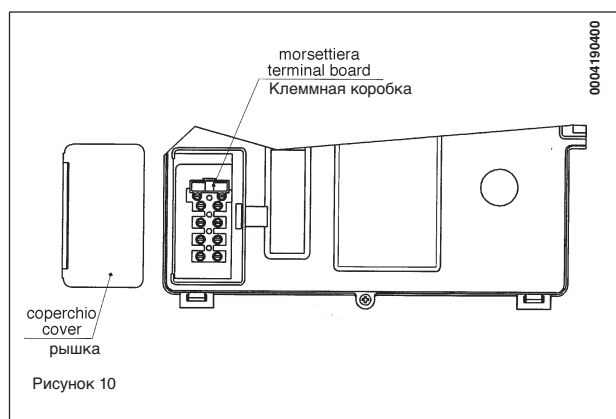

Рисунок 10
- снимите крышку, получив тем самым доступ к клеммам (рисунок 10).